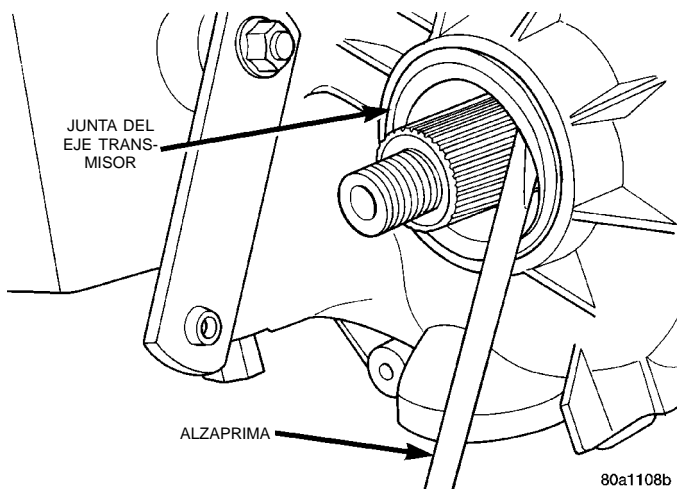

Fig. 43 Desmontaje de la junta delantera del eje transmisor
(1) Retire la junta delantera del eje transmisor de la de la caja delantera con una alzaprima (Fig. 43).